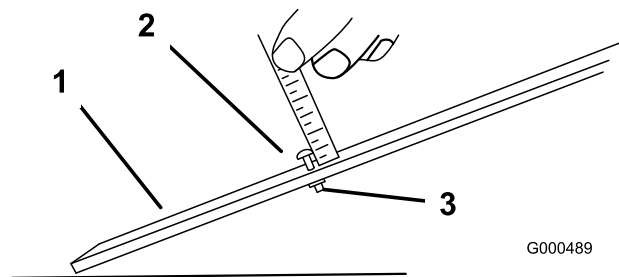

Figura 9
1. Slăbiți piulița de pe bara de distanțare și setați urubul de reglare la înălțimea de tăiere dorită (Figura 9).